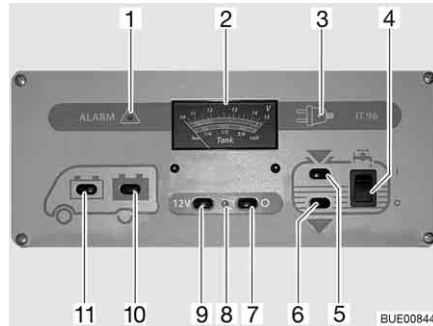

Bild 87 Panel IT 96-2
Der 12-V-Hauptschalter (Bild 87,7 und 9) schaltet das Panel und die 12-V-Versorgung des Wohnraums ein und aus.
Einschalten: ■ Schalter (Bild 87,9) drücken "12 V": Die 12-V-Versorgung des Wohnraums ist eingeschaltet. Die Kontroll-Leuchte (Bild 87,8) leuchtet grün.
Ausschalten: ■ Schalter (Bild 87,7) drücken "O": Die 12-V-Versorgung des Wohnraums ist ausgeschaltet. Die Kontroll-Leuchte (Bild 87,8) erlischt.
Beim Anzeigeeinstrument V/Tank (Bild 87,2) die obere Skala beachten. Das Anzeigeeinstrument wird automatisch beleuchtet, sobald ein Schalter gedrückt wird.
- Schalter (Bild 87,11) drücken "☺": Die Batteriespannung der Starterbatterie wird angezeigt.
- Schalter (Bild 87,10) drücken "☹": Die Batteriespannung der Wohnraumbatterie wird angezeigt.
Beim Anzeigeeinstrument V/Tank (Bild 87,2) die untere Skala beachten. Das Anzeigeeinstrument wird automatisch beleuchtet, sobald ein Schalter gedrückt wird.
- Schalter (Bild 87,5) drücken "": Die Wassermenge wird angezeigt.
- Schalter (Bild 87,6) drücken "": Die Abwassermenge wird angezeigt.
- Wippschalter (Bild 87,4) oben drücken "I": Die Wasserversorgung ist eingeschaltet.
- Wippschalter (Bild 87,4) unten drücken "O": Die Wasserversorgung ist ausgeschaltet.
Die rote Warnleuchte "ALARM" (Bild 87,1) blinkt, sobald die Spannung der Wohnraumbatterie 11 V (Messung im laufenden Betrieb) unterschreitet und damit Tiefentladung droht.
Die 12-V-Kontroll-Leuchte (Bild 87,8) leuchtet, wenn der 12-V-Hauptschalter (Bild 87,9) eingeschaltet ist.
Die gelbe 230-V-Kontroll-Leuchte (Bild 87,3) leuchtet, wenn am Eingang des Elektroblocs Netzspannung vorhanden ist.